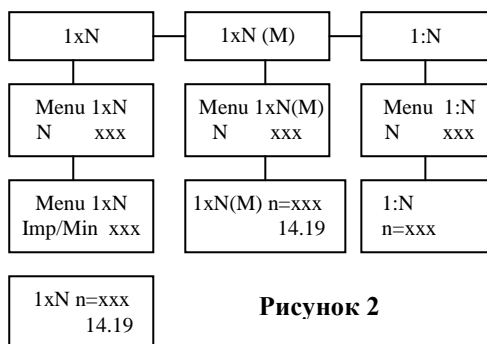

Рисунок 2
Для активации функции 1xN(M) войдите кнопкой ▼ в соответствующее подменю и кнопками ◀ ▶ выбрать количество импульсов, которые должен произвести насос на каждый полученный импульс. Нажмите ▲ или ▼ для возврата в меню 1xN(M) и START/STOP для запуска насоса с новыми настройками, на дисплее высвечивается выбранная функция. (рис.2).